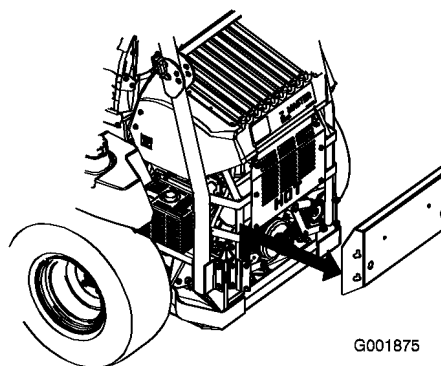

Figure 56
3. Déposez le panneau de moteur arrière (Figure 56).